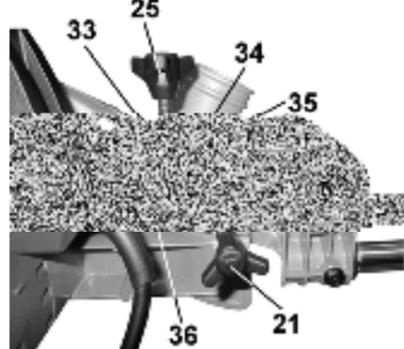

Рис. 14
Упорный винт (34), Рис.14, ограничивает максимальное опускание пильного диска (13). Для регулировки максимальной глубины опускания пильного диска (13) ослабьте контргайку винта (35), Рис.14.
Отрегулируйте и зафиксируйте контргайкой положение винта (34) так, чтобы пильный диск не касался конструкции станка, Рис.14.
Ограничение глубины пропила регулируется вращением винта (25), Рис.14. Для того, чтобы винт (25) ограничивал опускание пильного диска (13) на требуемую глубину пиления, необходимо оттянуть упорную планку (36), ослабить гайку (33), закрутить винт (25) до требуемой высоты пильного диска (13) относительно поворотного стола (16).